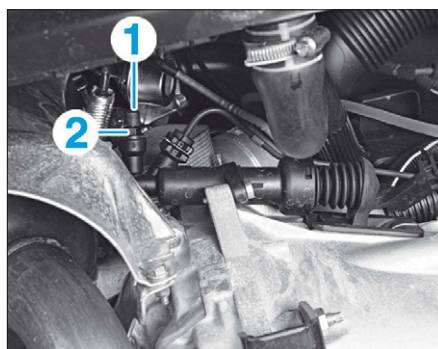

FIG. 8
- Déposer le bouchon de protection (1) de la vis de purge (Fig.8).
- Disposer un tuyau transparent sur la vis de purge (2) et plonger l'autre extrémité du tuyau dans du liquide de frein.
- Ouvrir la vis de purge (2) et laisser le liquide de frein s'écouler par gravité.